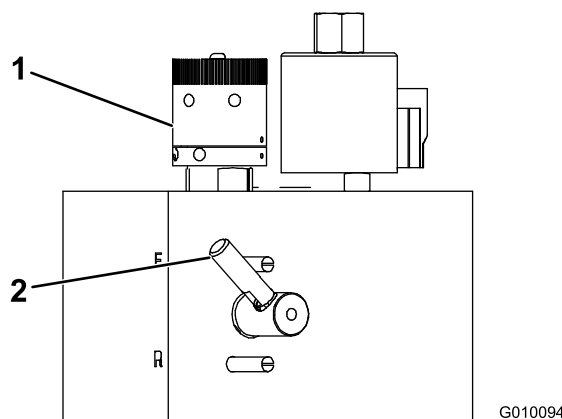

Figure 33
2. Tournez le bouton de commande de rodage à la position F (avant) (Figure 33).
3. Tournez le bouton de commande de vitesse des cylindres (Figure 33) à la position correspondant au numéro trouvé à l'étape 1.